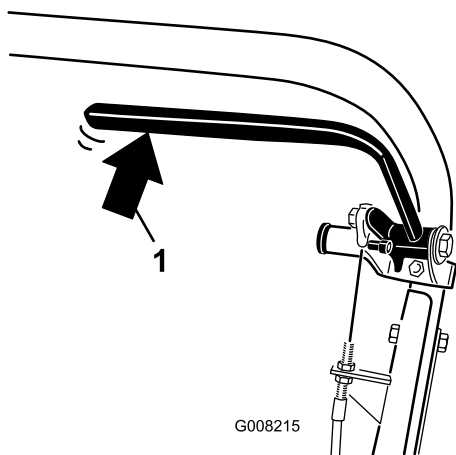

図 30
2. バネばかりで、常用ブレーキ・レバーを後ろから押す（図 30）。約14～18 kg の力でブレーキが解除されれば適正である。約14～18 kg の力よりも小さい力でブレーキが解除される場合にはブレーキ・ケーブルの調整が必要である。ステップ 3 に進む。